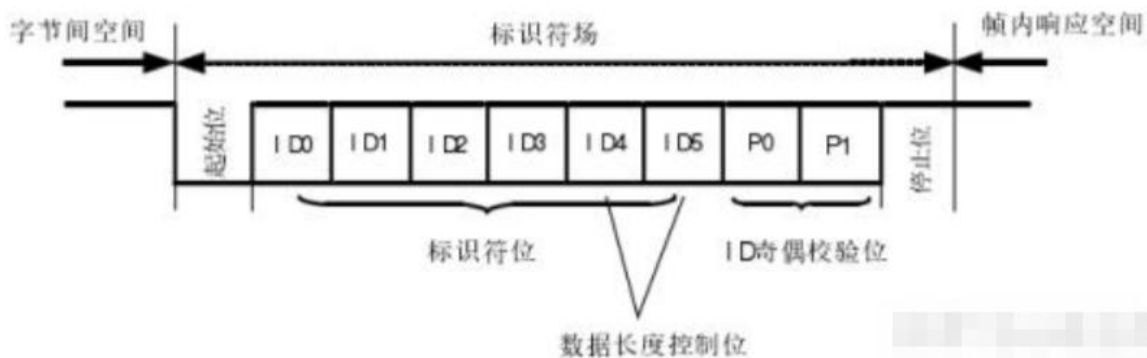

图 2-3: PID 场
PID (Protected Identifier) 是 LIN 帧中定义的 8 位受保护标识符场，由 6 位标识符 (ID) 和 2 位奇偶校验位组成 (如图 2-3)。其中 ID (Identifier) 特指高 6 位标识符，用于定义报文内容与数据长度，取值范围为 0x00-0x3F，其低 2 位为数据长度控制位。